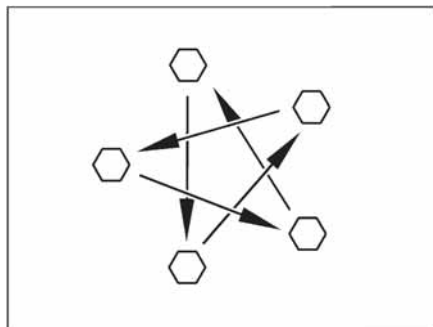

Bild 169 Dra åt hjulmuttrarna eller hjulbultarna korsvis
- Kontrollera regelbundet att hjulmuttrarna eller hjulskruvarna är ordentligt åtdragna. Om du har bytt däck ska hjulmuttrarna eller hjulbultarna dras åt korsvis efter 5 mils körning (Bild 169). Åtdragningsmoment se avsnitt 15.5.2.
- ▷ Dra åt hjulmuttrarna eller hjulbultarna korsvis (Bild 169).